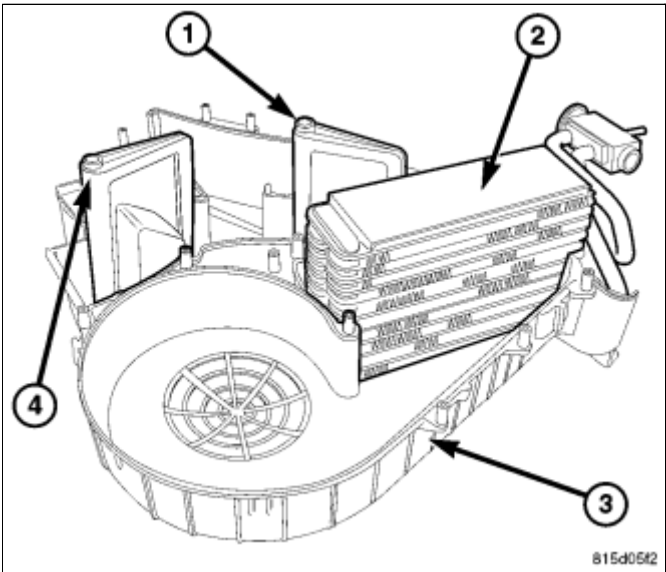

图 5 后部HVAC风门
15. 小心地将后空调蒸发器举出后HVAC壳体的内侧一半(图 5)。